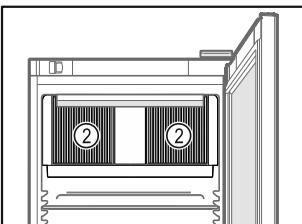

Fig. 72
- Διατηρείτε ελεύθερες τις σχισμές αερισμού Fig. 72 (2) του ανεμιστήρα στο εσωτερικό.